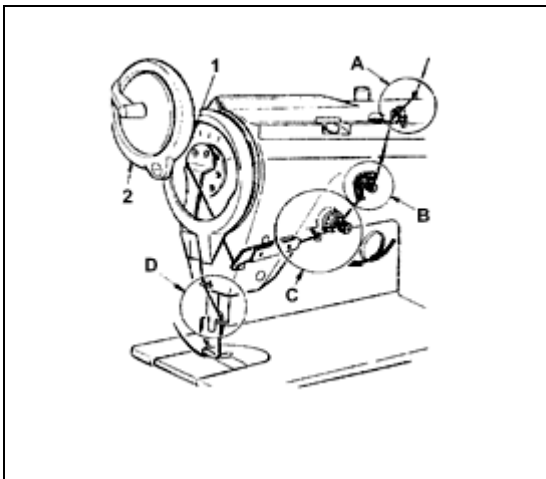

Fig. 9
Não opere a máquina com a tampa (2) aberta (vide fig. 9)
CUIDADO: Tenha cuidado para não machucar os dedos com o cortador de fio (1) - fig. 9, na placa de face ao passar o fio no braço giratório.